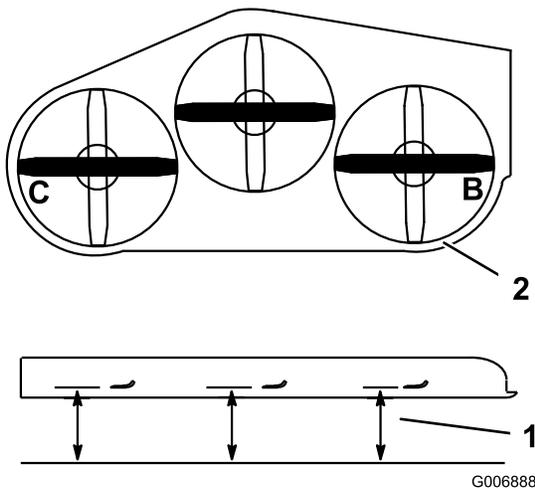

Figure 81
1. Tournez la lame **droite** latéralement (Figure 81).
2. Mesurez la distance au point **B** entre la surface plane et le tranchant de la pointe de la lame droite (Figure 81).
4. Tournez la lame gauche dans le sens transversal (Figure 81).
5. Mesurez la distance au point **C** entre la surface plane et le tranchant de la pointe de la lame gauche (Figure 81).